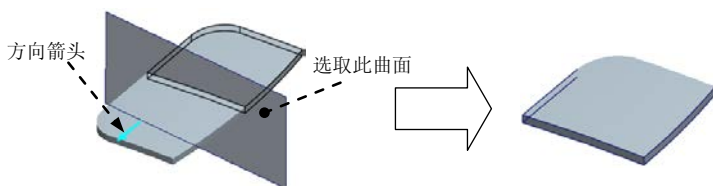

图 6.6.36 创建实体化特征
(1) 选取图 6.6.36 中的曲面为实体化曲面对象。
(2) 单击 **模型** 功能选项卡 **编辑** 区域中的 **实体化** 按钮，并按下“移除材料”按钮 。方向箭头如图 6.6.36 所示。
(3) 单击“完成”按钮 ，完成实体化操作。